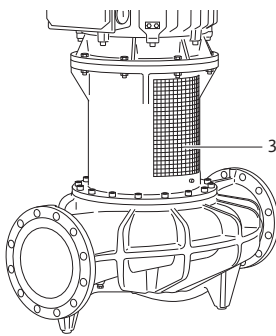

Fig. 38: Montiertes Kupplungsschutz-Blech
- **Die Pumpe nur mit montierten Kupplungsschutz-Blechen (Fig. 38, Pos. 3) betreiben.**